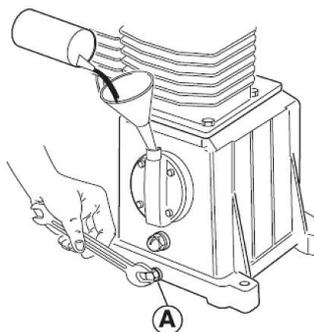

Abb. 15: Ölwechsel
Schritt 2: Nehmen Sie die Öleinfüllschraube bzw. den Verschluss-Stopfen oder Ölmesstab heraus, drehen Sie die Ölablass-Schraube (Pos. A, Abb. 15), heraus und sammeln Sie das Altöl in einem entsprechenden Behälter.